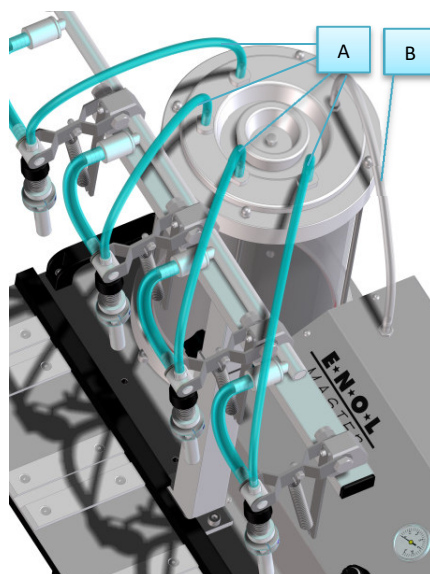

Fig.2
- Raccorder les tubes transparents "A" avec les branchements sur le couvercle du bac et le tube de l'aspiration de l'air "B" avec le branchement sur le couvercle du bac (fig. 2).